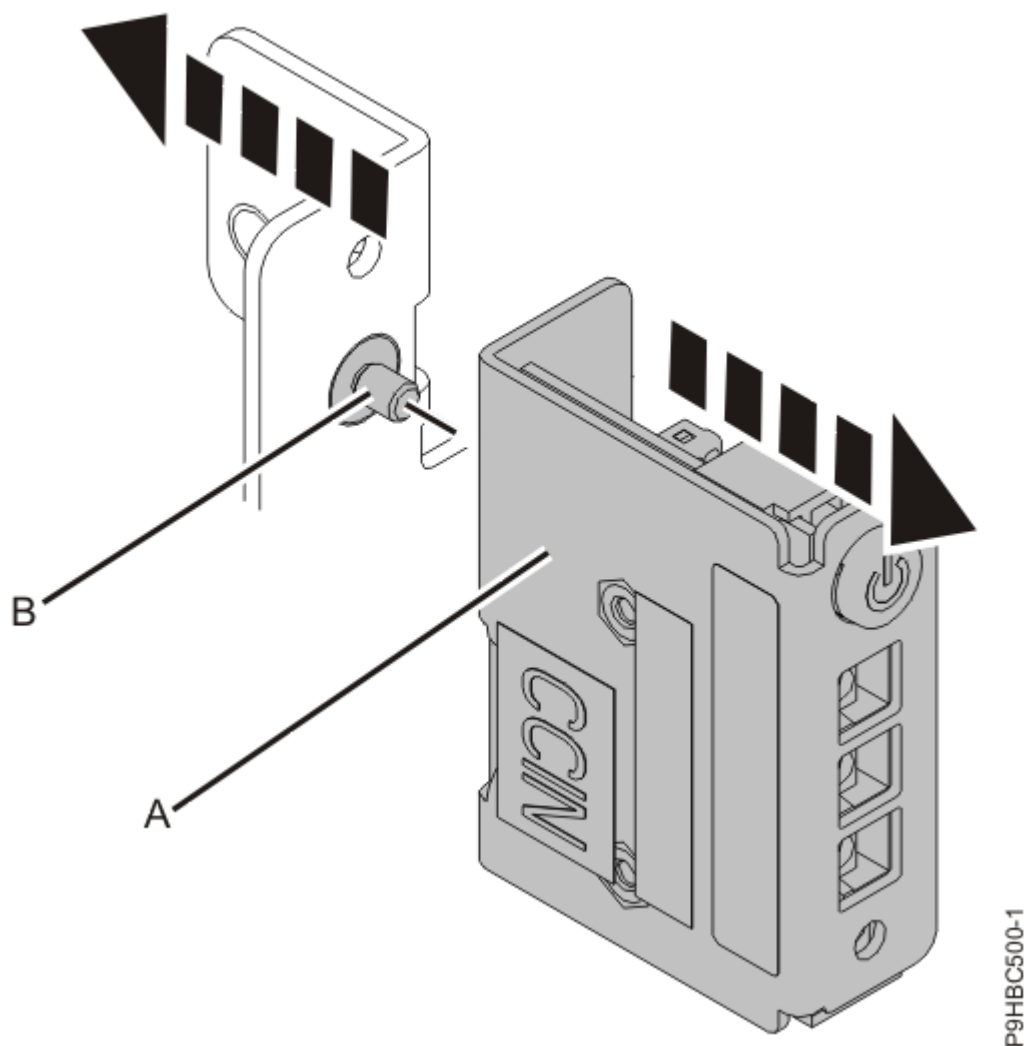

Figure 32. Retrait du panneau de commande de la patte de fixation
4. Desserrez la vis **(B)** qui maintient le panneau de commande **(A)** à la patte de fixation, comme illustré à la Figure 32, à la page 36.